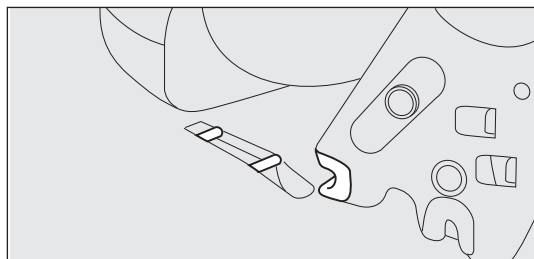

fig. 26e
- ☐ introduzca los ganchos en el piso fig. 26e;